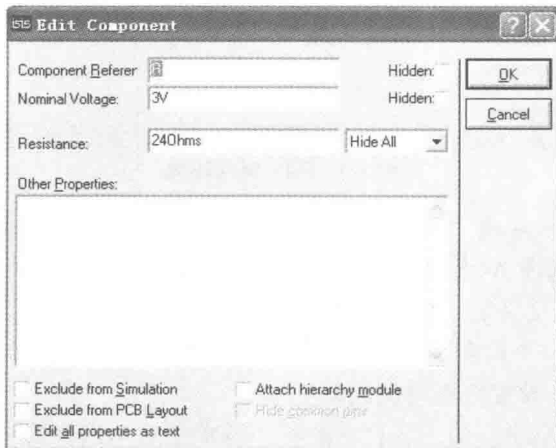

图 1-5 修改元器件参数
(3) 放置元器件: 在对象选择器中的元件列表中, 单击所用元件, 再在设计窗口单击, 出现所用元件的轮廓, 并随鼠标移动, 找到合适位置, 单击, 元件被放到当前位置。根据需要可以移动调整位置 (调整的过程中可能用到复制粘贴、旋转、放大或缩小画面、删除等操作)。
(4) 连线: 就是把元件的引脚按照需要用导线连接起来。方法是在开始连线的元件引脚处单击左键 (光标接近引脚端点附近会出现红色小方框, 就表示可以了), 移动光标到另一个元件引脚的端点, 单击即可。如果后面还需要画相同形状线的话, 在一个新的起点双击即可。
(5) 修改元件参数: 双击元器件会弹出属性对话框, 修改参数如图 1-5 所示。这里主要把灯泡的电压值修改为 3V。